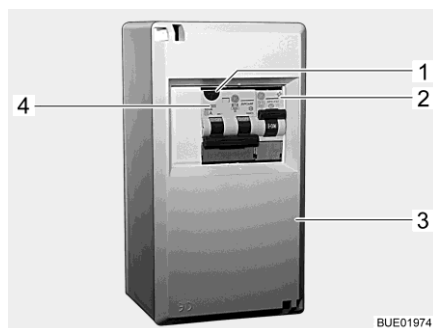
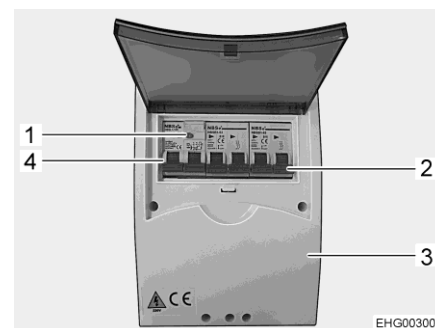

Fig. 144 Coffret de fusibles 230 V
Fig. 145 Coffret de fusibles 230 V (variante)
Un disjoncteur différentiel/de protection de circuit combiné (Fig. 144,4 ou Fig. 145,4) dans le coffret de fusibles (Fig. 144,3 ou Fig. 145,3) protège tout le véhicule contre le courant différentiel (0,03 A).
Sur les véhicules possédant un équipement particulier tel que la climatisation, un disjoncteur de protection de circuit supplémentaire (10 A) (Fig. 144,2 ou Fig. 145,2) protège l'appareil.
- Lorsque le véhicule est raccordé à l'alimentation 230 V, appuyer sur la touche de contrôle (Fig. 144,1 ou Fig. 145,1). Le disjoncteur différentiel doit se déclencher.